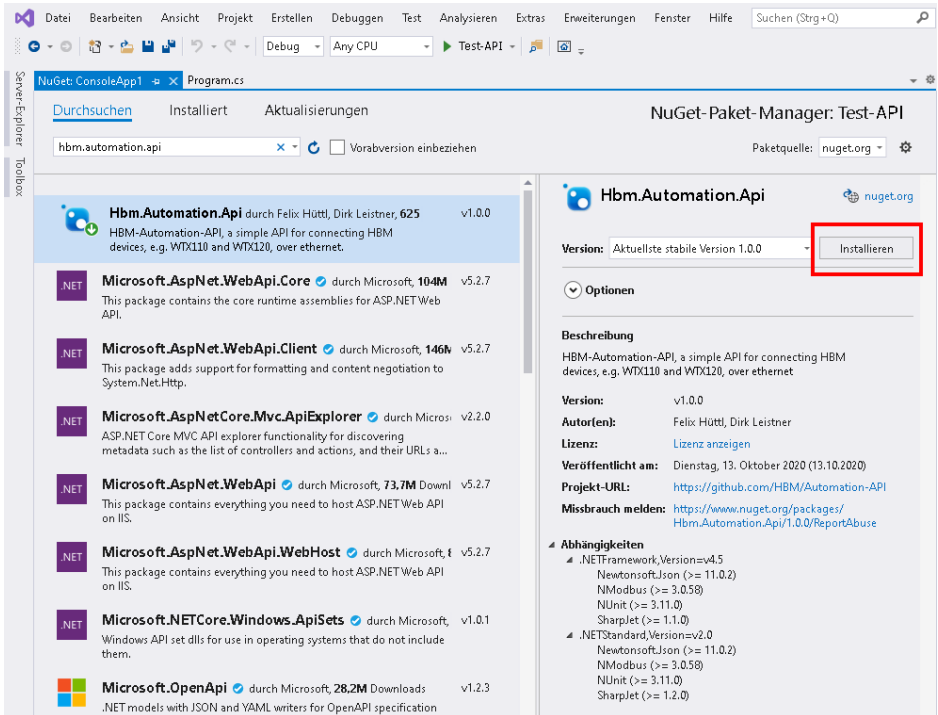

Abb. 4.3 Installation der HBM Automation API
- ▶ Markieren Sie den Eintrag und klicken Sie auf **Installieren** (Abb. 4.3).